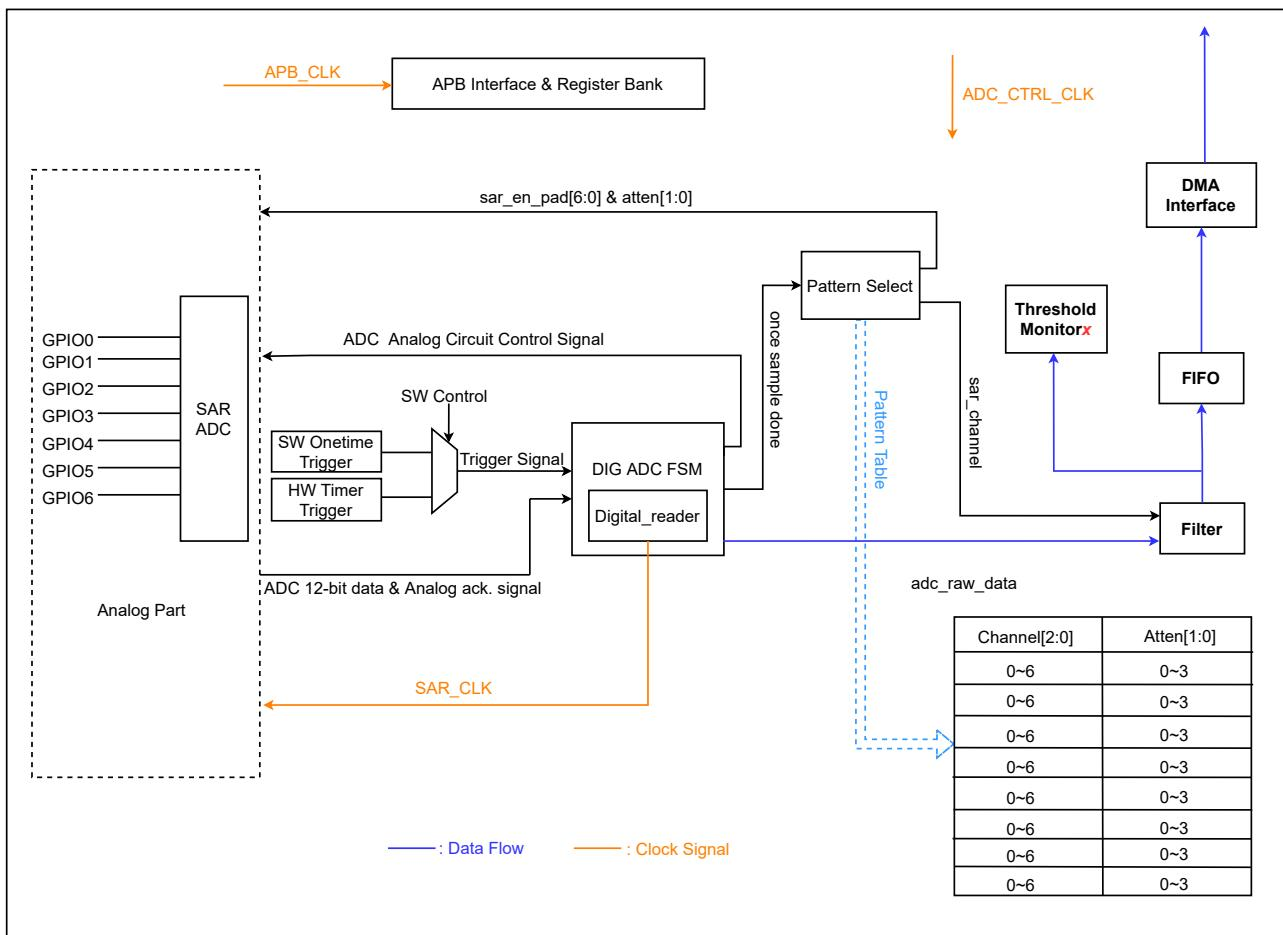

图 39.2-1. SAR ADC 的功能概况
SAR ADC 的主要子模块与连接情况见图 39.2-1。
如图 39.2-1 所示，SAR ADC 模块主要包括以下功能或子模块：
- 将数据传输给滤波器 (filter)，然后阈值监控器 (threshold monitor) 通过 DMA 将数据传输给内存（见图 39.2-1）；